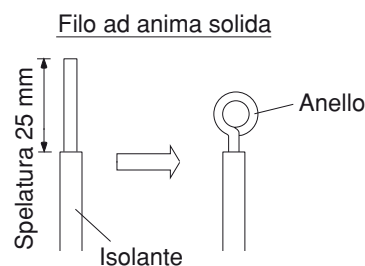

Fig. 29
- (1) Tagliare il filo con dei tronchesi e denudarlo esponendo il filo per circa 25 mm. (Fig. 29)
- (2) Usando un cacciavite, rimuovere le viti dalla morsetteria.
- (3) Con delle pinze, piegare il filo in un anello di dimensioni adatte al terminale.
- (4) Posare l'anello sul terminale e fissarlo solidamente con un cacciavite servendosi della vite precedentemente rimossa dal terminale.